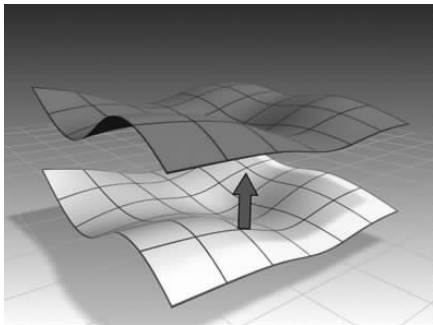

图 5-71 创建变换曲面 ▲
-  (创建变换曲面): 创建一个具有不同位置、旋转或缩放的副本曲面, 如图 5-71 所示。